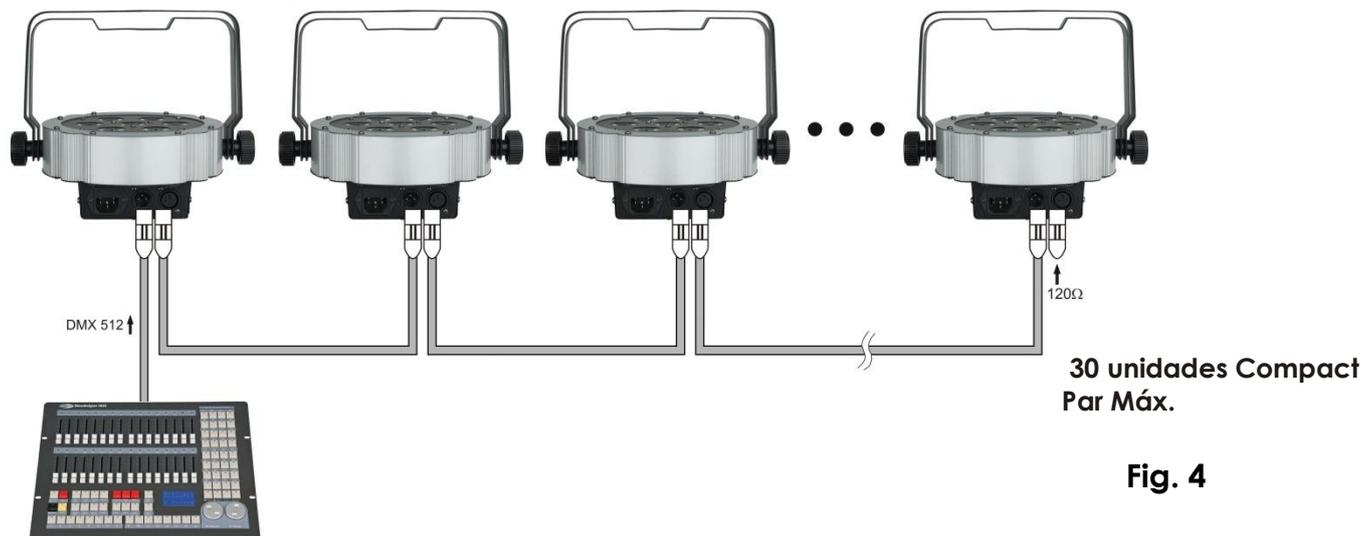

Fig. 3
3. Interconecte las unidades como se muestra en la Fig. 3. Para ello conecte un cable de señal DMX que vaya desde el conector de salida (OUTPUT) DMX de la primera unidad hasta el conector de entrada (INPUT) de la segunda unidad. Repita este proceso para interconectar las unidades segunda, tercera y cuarta. Puede utilizar las mismas funciones en el dispositivo maestro como se describe en las páginas 15 y 16 (programas incorporados, funcionamiento automático o control por música). Esto significa que puede establecer el modo de funcionamiento deseado en el dispositivo maestro y todos los dispositivos esclavos reaccionarán de la misma forma que el dispositivo maestro.